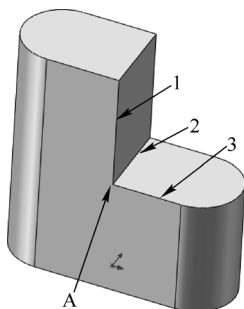

图 4-37 打开的文件实体
2) 设置属性管理器。在（原点）选项中，选择图 4-37 所示的点 A；在“X 轴”列表框中，选择图 4-37 所示的边线 1；在“Y 轴”列表框中，选择图 4-37 所示的边线 2；在“Z 轴”列表框中，选择图 4-37 所示的边线 3。“坐标系”属性管理器设置如图 4-38 所示。